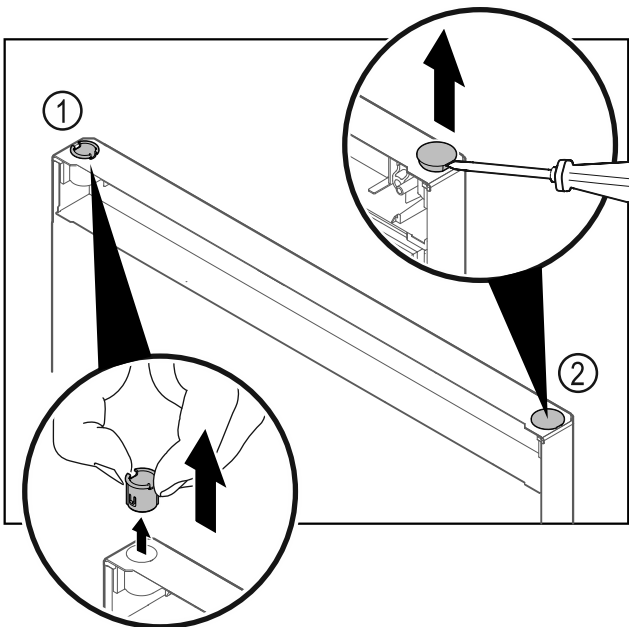

Fig. 25
- ▶ Estrarre la boccola cerniera Fig. 25 (1) con le dita.
- ▶ Con un cacciavite a testa a intaglio sollevare con cautela il tappo Fig. 25 (2) ed estrarlo.